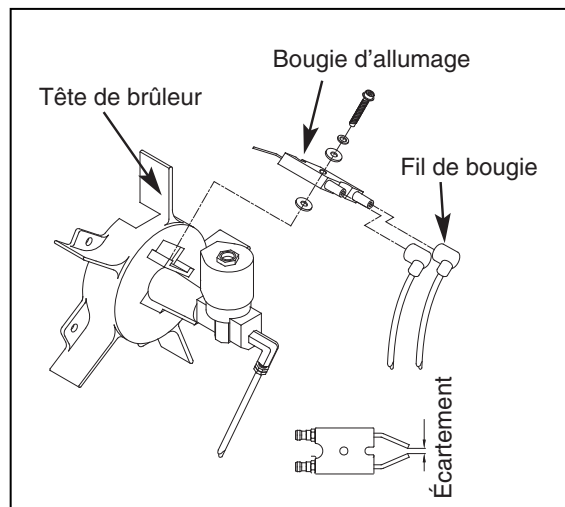

Figure 8. Bougie d'allumage
- Débrancher le fil de bougie de la bougie (voir la Figure 8).